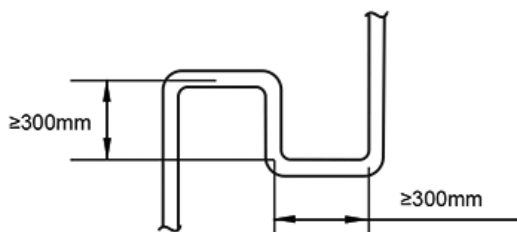

Figura 4.3
- Quando a unidade externa estiver acima da unidade interna, e o nível exceder 20 m, é recomendável instalar um cotovelo de retorno de óleo a cada 10 m na tubagem de gás principal. As especificações recomendadas para o cotovelo de retorno de óleo são mostradas na figura 4.3.
- Requisito 3:** A diferença de altura entre a unidade interior e a unidade exterior não deve exceder os 90 m (se a unidade exterior estiver por cima) ou os 110 m (se a unidade exterior estiver por baixo). Além disso: (i) Se a unidade exterior estiver mais de 20 m acima, recomenda-se que seja fixado um cotovelo de retorno de óleo com as dimensões especificadas na Figura 4.3 a cada 10 m no tubo de gás do tubo principal; e (ii) se a unidade exterior estiver mais de 40 m abaixo, o tubo de líquido do tubo principal (L1) deve ser aumentado em diâmetro.